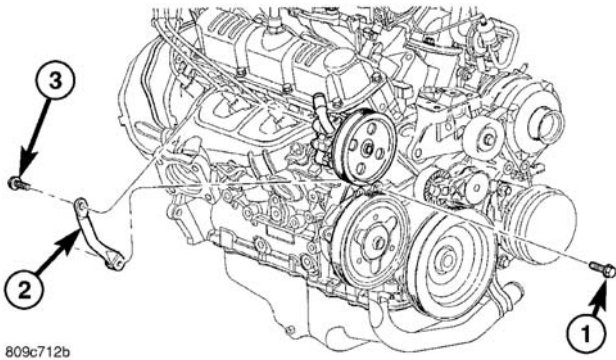
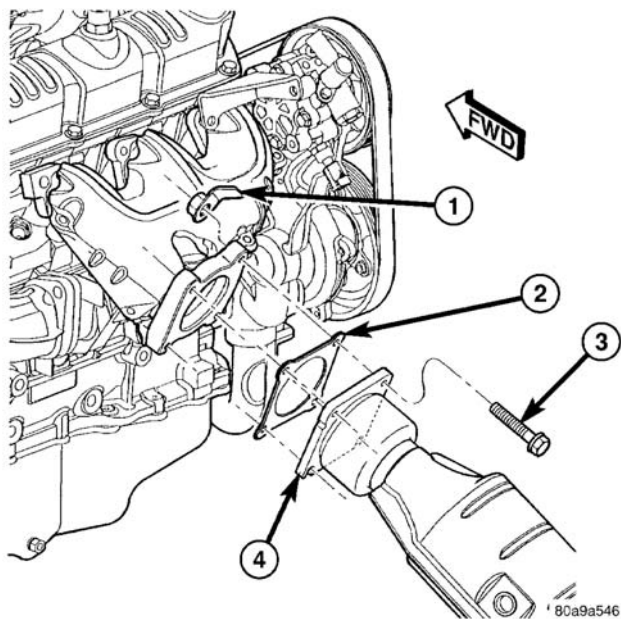
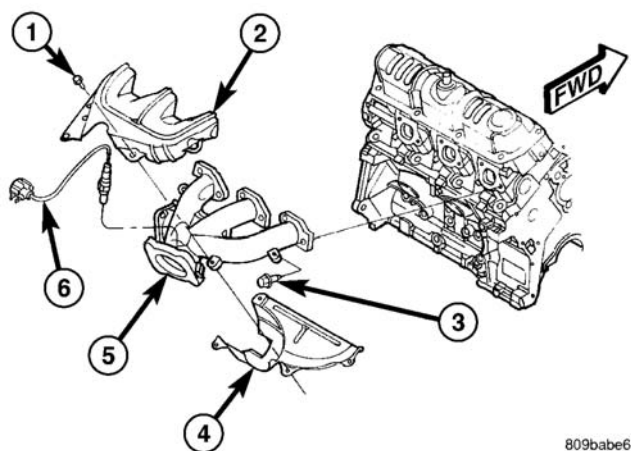

图 131 P/S 泵支柱
图 132 催化转换器至排气歧管
图 133 排气歧管-右
- (5) 断开和卸下上游氧传感器（图 133）。
- (6) 卸下隔热板装接螺丝（图 133）。
- (7) 卸下上隔热板（图 133）。
- (8) 在举升器上举升车辆和卸下驱动皮带屏蔽。
- (9) 拧松动力转向泵支撑支柱下螺栓（图 131）。
- (10) 断开下游氧传感器接头。
- (11) 从排气歧管断开催化转换器管（图 132）。
- (12) 降下车辆和卸下动力转向泵支撑支柱上螺栓（图 131）。
- (13) 卸下将排气歧管装接至气缸盖的螺栓和卸下歧管（图 133）。
- (14) 检查并清洁歧管。（参见 9-发动机/歧管/排气歧管-清洁）（参见 9-发动机/歧管/排气歧管-检查）
(1) 将排气歧管置于气缸盖上和安装螺栓至中心气道（气缸#3）并首次紧固至 2.8N.m(25in.lbs.)(图 133)
(3) 安装其余歧管装接螺栓。紧固所有的螺栓至 23N.m(200in.lbs.)。
(4) 置定动力转向泵支撑支柱和安装上螺栓（图 131）。
(5) 安装隔热板和装接螺丝（图 133）。
(6) 安装和连接上游氧传感器（图 133）。
(7) 升起车辆。
(8) 用新的垫片将催化转换器管装接至排气歧管并紧固螺栓至 37N.m (27ft.lbs.)（图 132）。
(9) 连接下游氧传感器接头。
(10) 紧固动力转向泵支撑支柱下螺栓（131）。
(11) 安装皮带防溅板和降下车辆。